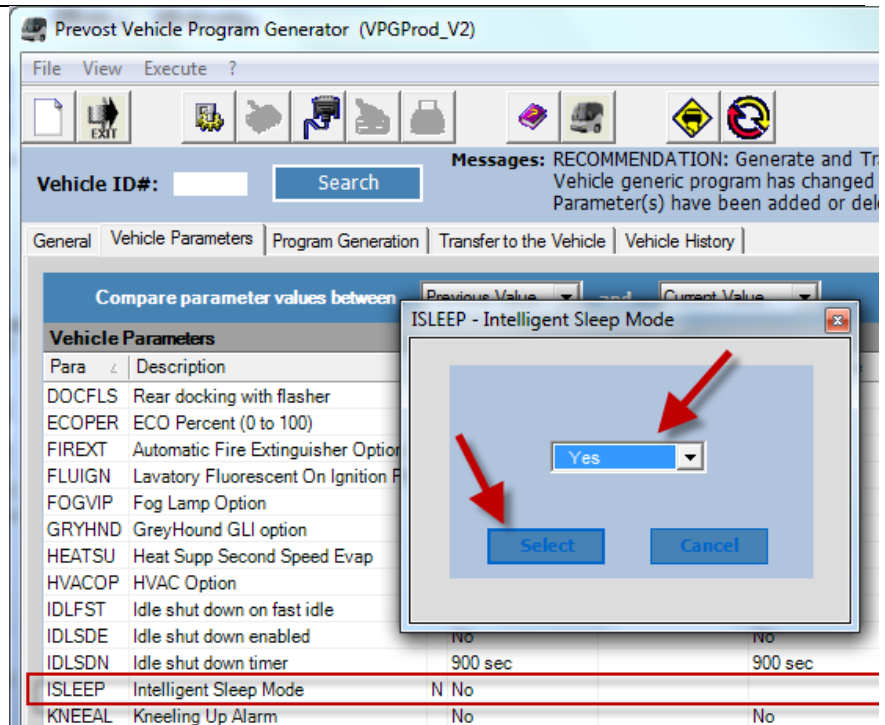

FIGURE 9 : PARAMÈTRE ISLEEP
15. Réinstaller les modules I/OB. (Figure 9).